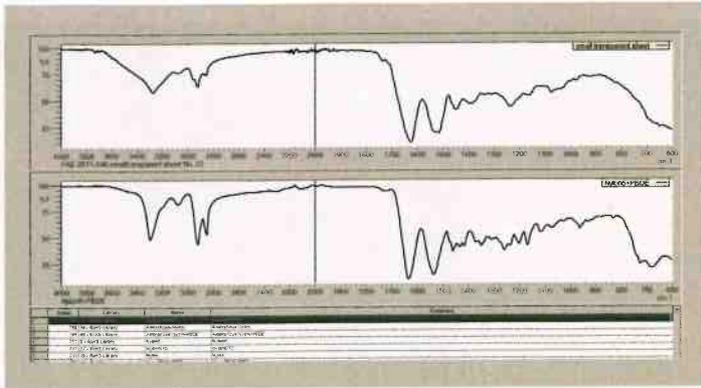

Bild 7: Analyse einer dünnen Folie mit Infrarotspektroskopie und die Identifizierung mit einer Bibliothek (Fehlergebnis). Nylon ist nicht das Material.
Um das Spektrum, welches Bild 7 zeigt, besser einsortieren zu können, werden noch zwei andere Referenzspektren (Bild 8) benötigt:
1. Fischhaut und 2. Fett des Magens. Kombiniert man hier das Fett des Eissturmvogels mit dem Spektrum von Fischhaut, so erhält man das Spektrum in Bild 7.